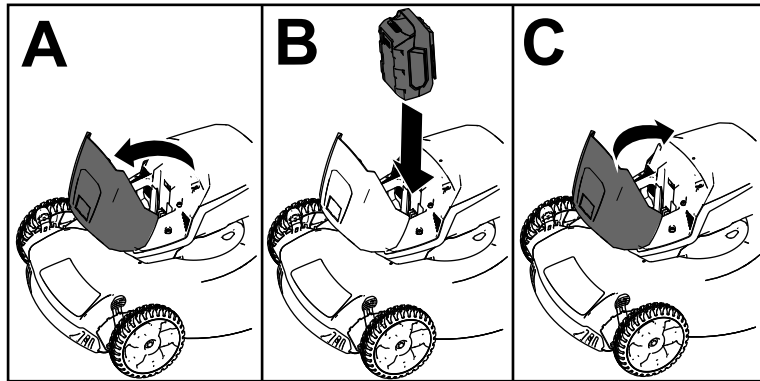

Figure 12
2. Soulevez le couvercle du compartiment de la batterie (A de la Figure 12).
3. Alignez le creux dans la batterie et la languette sur la machine, et glissez la batterie dans le compartiment jusqu'à ce qu'elle s'enclenche en position (B de la Figure 12).
4. Refermez le couvercle du compartiment de la batterie (C de la Figure 12).